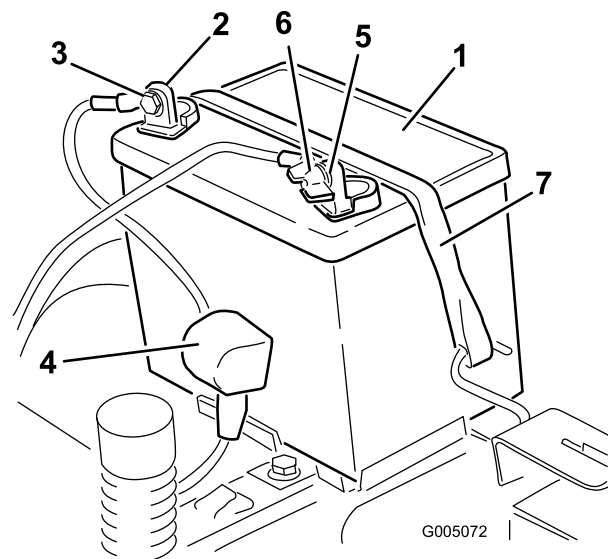

Figure 37
4. Débranchez le câble négatif (noir) de mise à la masse de la borne de la batterie (Figure 37). Conservez toutes les fixations.
5. Repoussez le capuchon en caoutchouc sur le câble positif (rouge). Débranchez le câble positif (rouge) de la borne de la batterie (Figure 37). Conservez toutes les fixations.
6. Enlevez la sangle de maintien de la batterie (Figure 37) et ôtez la batterie de son support.
1. Placez la batterie sur son support (Figure 37).
5. Fixez la batterie en place à l'aide de la sangle de maintien (Figure 37).